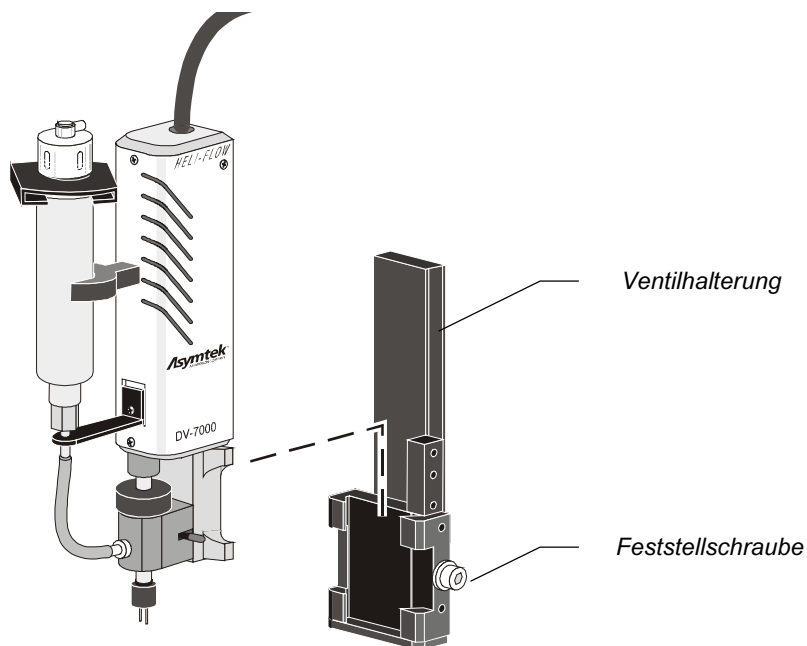

Abbildung 2-1 DV-7000 mit Ventilhalterung
| Abbildung 2-1 DV-7000 Ventil mit Ventilhalterung | 2-2 |
2. Schieben Sie das DV-7000 in die Ventilhalterung. Siehe Abbildung 2-1.